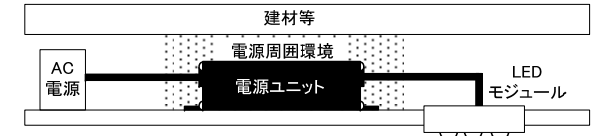
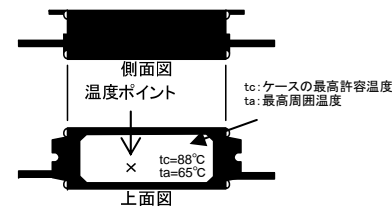

図1
図2
- 図1に示すような本製品の周囲環境について、図2に示す温度測定ポイントが88℃以下となるように、特に下記の点にご確認ください。